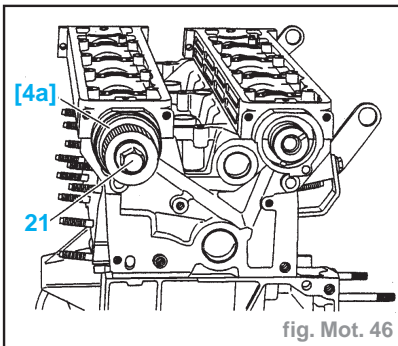

fig. Mot. 46
- Poser les joints d'arbres à cames (1) à l'aide de l'outil [4a] et des vis de fixation (21) des moyeux d'arbres à cames (fig. Mot. 46).